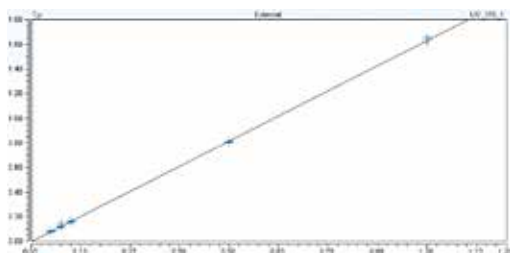

图 8：校准曲线
可在 Chromatography Studio 的数据处理类别中查看校准曲线（图 8）：
- 在**窗格组**中选择**校准图**（图 8）。